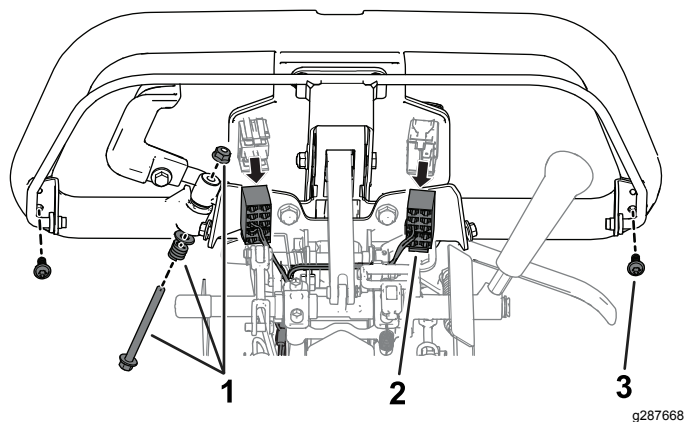

図 4
2. スロットルアームをハンドルに固定しているナット、ボルト、圧縮スプリング、スペーサを外す 図 4。
3. ハンドルのスイッチに接続されているワイヤハーネスをすべて外す 図 4。
4. ベイルブラケットをハンドルに固定しているねじ2本を外す 図 4。